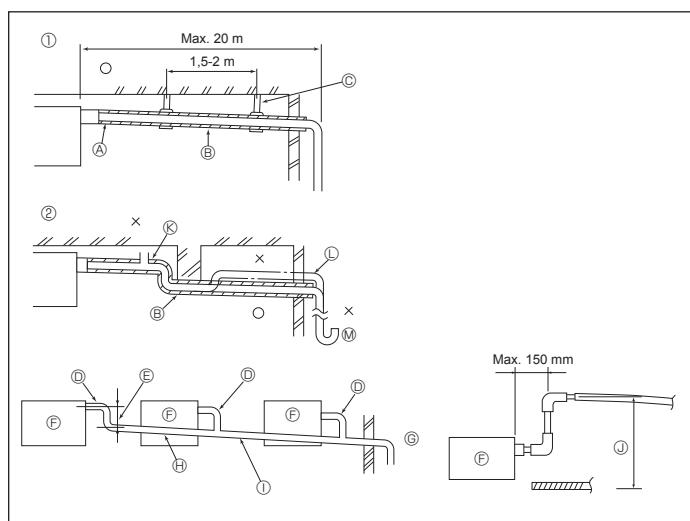

Fig. 6-1
6.1. Installatie van draineerbuizen (Fig. 6-1)
- ① Juist aangelegde leidingen
- ② Onjuist aangelegde leidingen